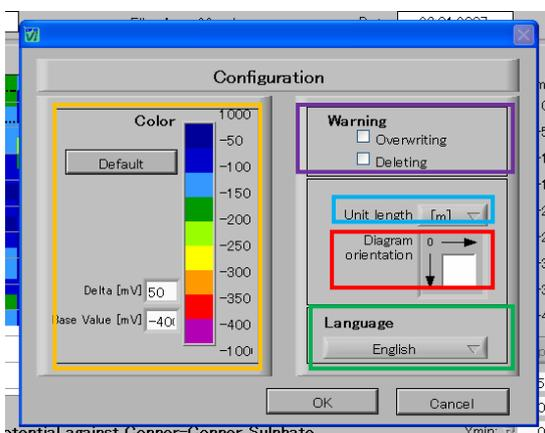

図:2-10
④ 図:2-9 の電位マップが表示され、メニューキー **Configuration** を押すと、設定画面 図:2-10 が表示される。